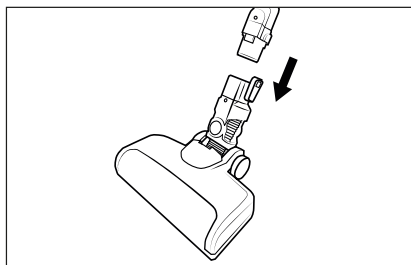

Fig. 2
- 2) Sæt sugerøret **23** ind i gulvbørsten **21**, indtil det klikker hørbart på plads (se fig. 2).